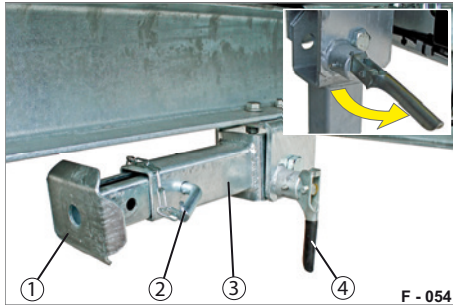

Abb. 38 Klappstütze ausklappen
- ▶ Ziehen Sie am Federriegel (Abb. 38/4).
Die Klappstütze (Abb. 38/3) ist entriegelt.
- ▶ Lassen Sie den Federriegel (Abb. 38/4) los.